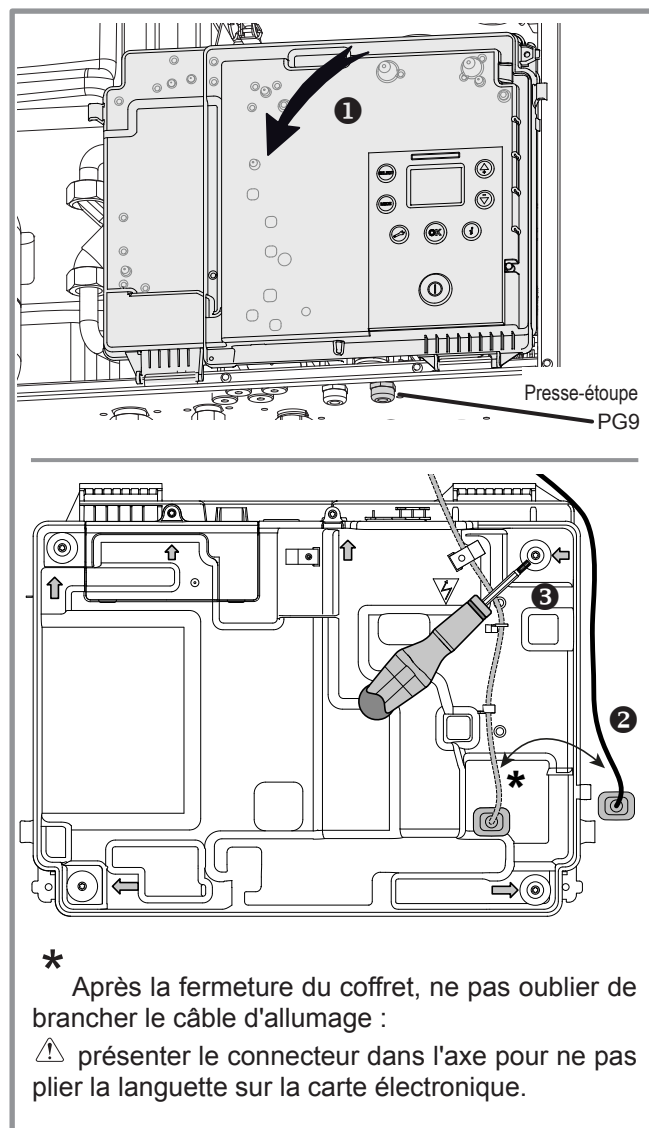

figure 35 - Accès coffret électrique
- ❶ Abaisser le coffret électrique (figure 35). Lors de l'ouverture, maintenir le coffret.
- ❷ Débrancher le connecteur du câble d'allumage.
- ❸ Ouvrir le coffret (6 vis torx).